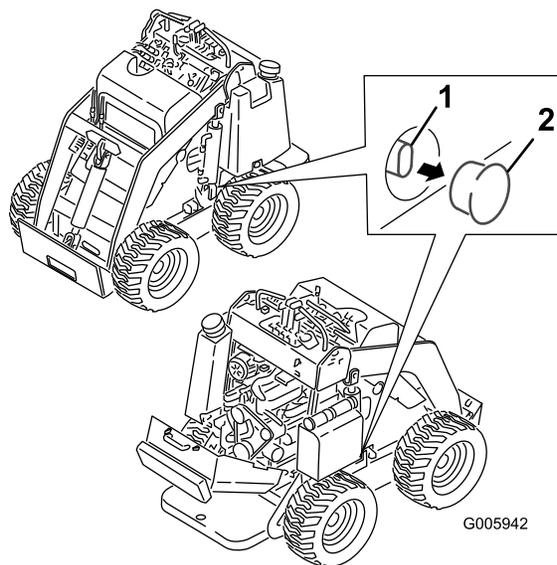

Рисунок 14
2. Снимите заглушки, закрывающие все буксировочные клапаны (Рисунок 14).